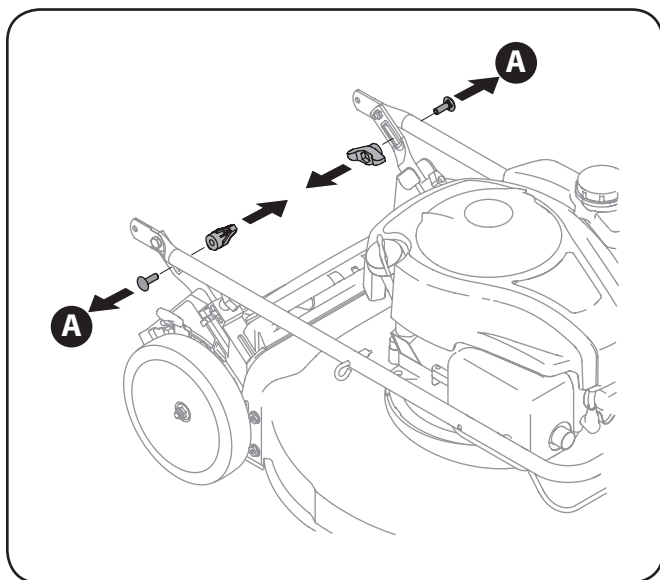

Figura 3-1
- a. Quite los tornillos y tuercas de mariposa transporte desde el mango como se muestra en Figura 3-1. No afloje o quitar adyacentes tornillos de cabeza hexagonal.